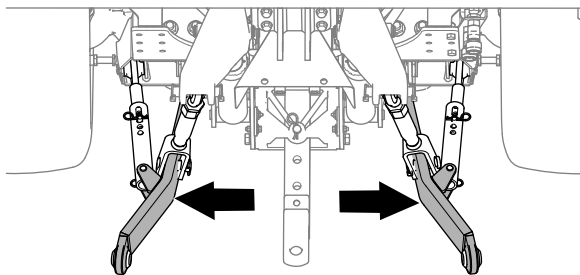

Figure 26
4. Écartez complètement les bras stabilisateurs (Figure 26); voir le Manuel de l'utilisateur du véhicule tracteur.